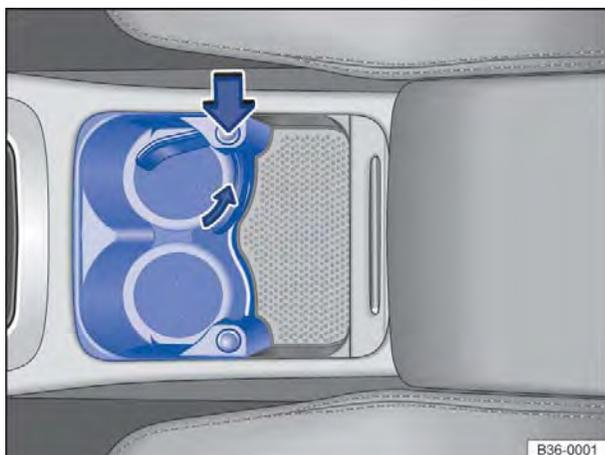

Fig. 206 No console central: porta-copos dianteiro.
- Apertar o botão ⇒ Fig. 206 (seta grande) para liberar o suporte.
- Desrosquear o engate do suporte de sua fixação, girando no sentido contrário ao da seta menor ⇒ Fig. 206 e removê-lo.